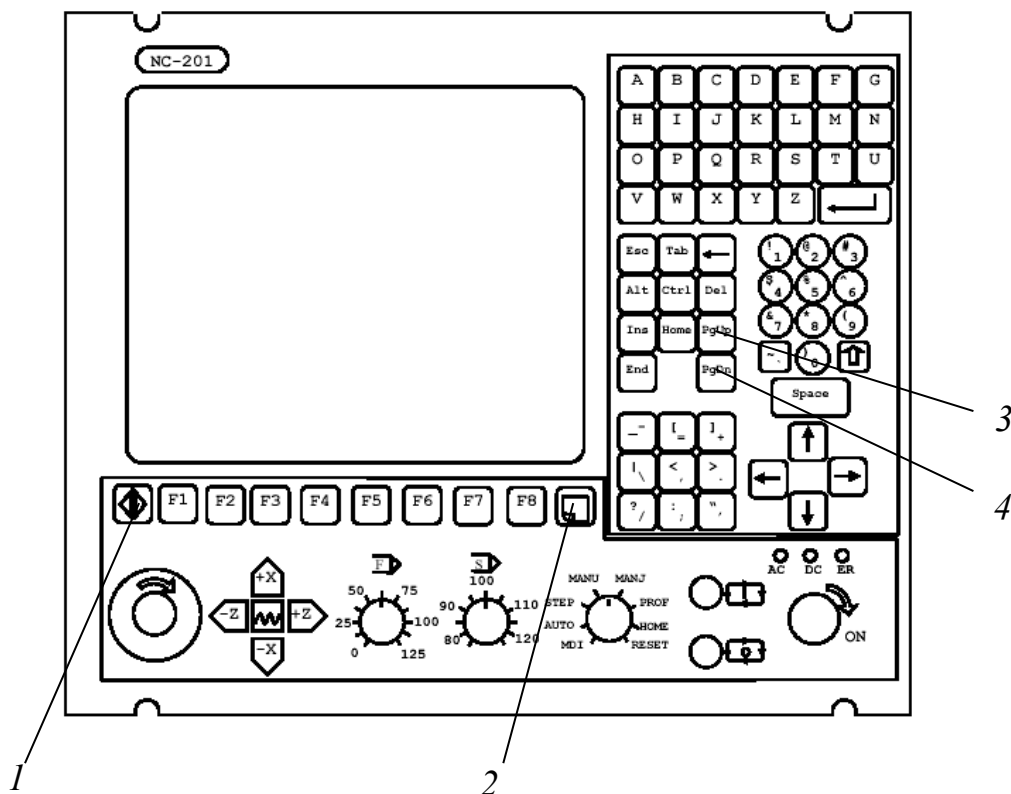

Рисунок 1.3 – Пульт управления (выносками указаны необходимые клавиши)
- нажать клавишу 1 (рисунок 1.3);
После ввода текста УП сохранить ее в память СЧПУ. Выполнить команду «ЗАПИСЬ И ВЫХОД» – выход из режима редактирования с записью отредактированного файла (клавиша «F7») находится в нижней строке редактора (если такой команды нет – осуществляем прокрутку меню клавишей 2 (см. рисунок 1.3)).
- нажать клавишу 1 (см. рисунок 1.3), перейти в видеостраницу пульта оператора, затем нажать клавишу 2 (см. рисунок 1.3);
- осуществить загрузку УП, для чего нажать клавиши 3 и 4 (см. рисунок 1.3), выбрать программу и загрузить ее, нажав «ENTER»;
В случае обнаружения ошибок синтаксиса или программирования прекратить выполнение программы, для чего нажать клавишу 2 (см. рисунок 1.3), осуществить возврат в пульт оператора и выбрать в нижней части экрана «Выгрузка программы» – F7, а затем «Общий сброс» – F8.